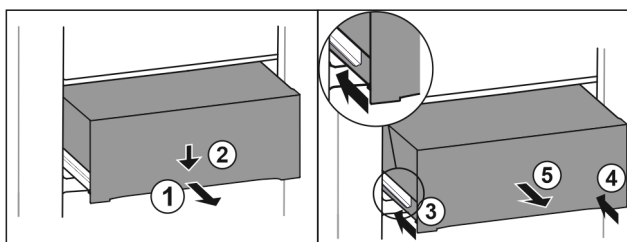

Fig. 97
- ▶ Extraiga el cajón hasta la mitad. *Fig. 97 (1)*
- ▶ Presionar hacia abajo el cajón de la parte delantera. *Fig. 97 (2)*
- ▶ Introducir el carril izquierdo unos 2 cm. *Fig. 97 (3)*
- ▶ Introducir el carril derecho unos 2 cm. *Fig. 97 (4)*
- ▶ Extraiga el cajón hacia delante. *Fig. 97 (5)*